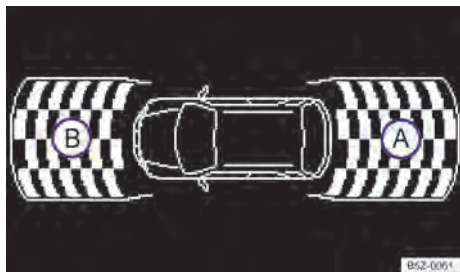

Fig. 115 Exibição do display do controle de distância de estacionamento dianteiro e traseiro no rádio (não disponível para algumas versões).
Dependendo da versão do veículo, será exibido no display do rádio (não disponível para algumas versões) → Fig. 115 a área examinada pelos sensores de ultrassom na parte dianteira (B) e traseira (A) do veículo. Possíveis obstáculos são exibidos tomando o veículo como ponto de referência → ▲.
→ Fig. 115